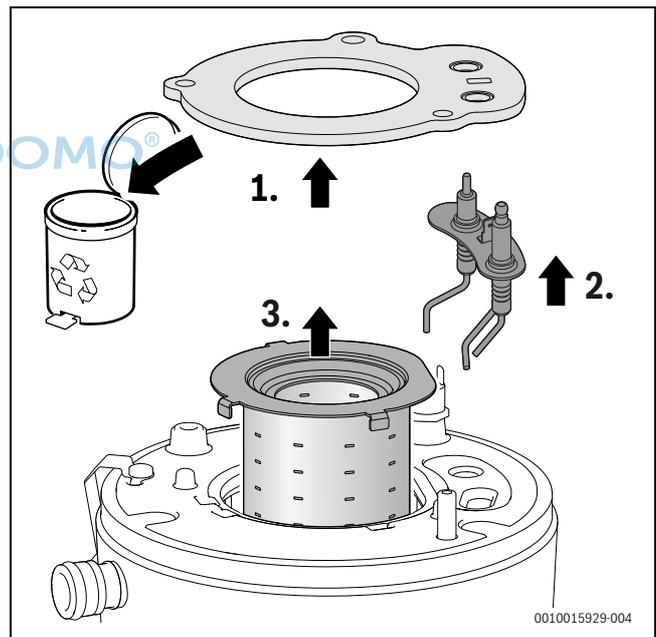

Bild 61 Brenner herausnehmen
- Dichtung abnehmen und entsorgen (→ Bild 61, [1]).
- Elektroden-Set abnehmen (→ Bild 61, [2]).
- Brenner herausnehmen (→ Bild 61, [3]).